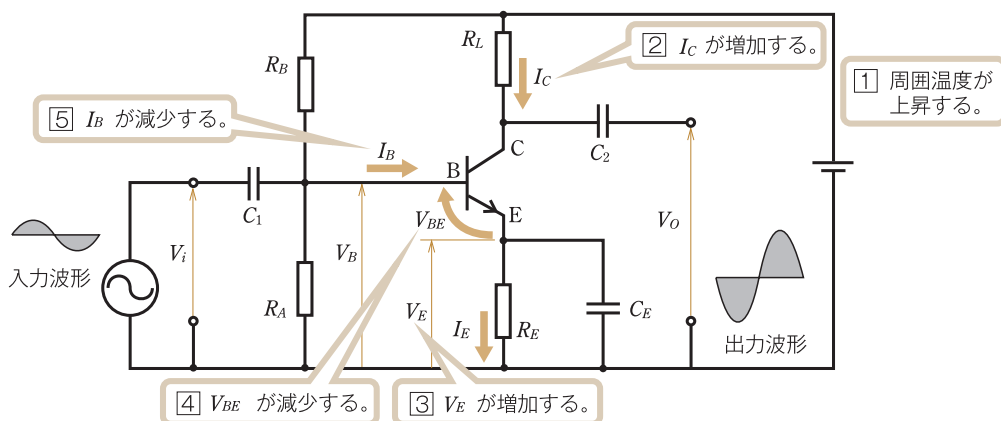

図14 電流帰還増幅回路
この対策として考え出されたのが、図14に示す電流帰還増幅回路である。この回路は、周囲温度が上がっても次の①～⑤のような動作によってコレクタ電流が増えず、安定した増幅回路となる。
- ① 周囲温度が上昇する。
- ② コレクタ電流  $I_C$  が増える。
- ③ エミッタ電圧  $V_E$  が増加する。( $V_E = I_E R_E \approx I_C R_E$ )
- ④  $V_{BE}$  が減少する②。
- ⑤  $I_B$  が減り、 $I_C$  が減る。
① 温度が上昇するとコレクタ電流が増え、さらに温度が上がり、トランジスタが破損することがある。このような現象を熱暴走という。